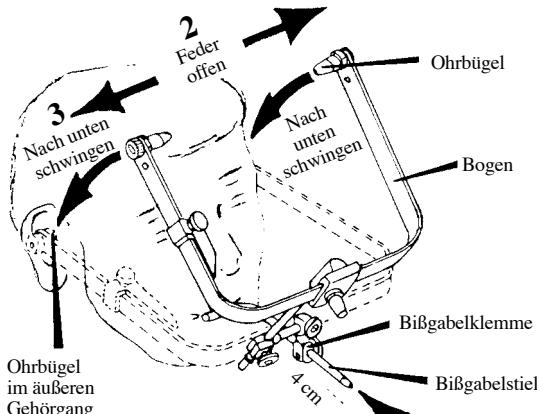

Abbildung 9
6. Abbildung 9 zeigt das Eintreten des Bißgabelstiels in die gelockerte Bißgabelklemme. Diese Klemme (1) ca. 4 cm weit auf den Stiel schieben, dann den Bogen "auffedern" lassen (2) und nach unten schwingen (3), so daß die Ohrbügel in den äußeren Gehörgang eintreten können.